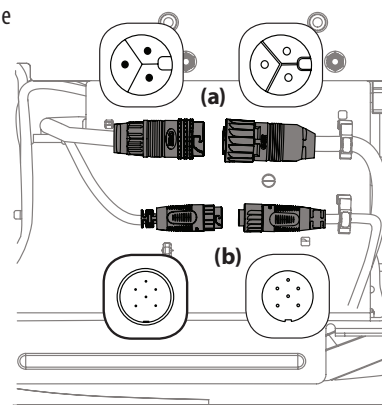

Figura 23
3. Desconecte el motor de la plataforma de los adaptadores que se encuentran en la parte inferior del tractor. Gire los conectores 1/4 de vuelta en sentido contrario a las agujas del reloj y tire hacia abajo. Consulte la Figura 23.